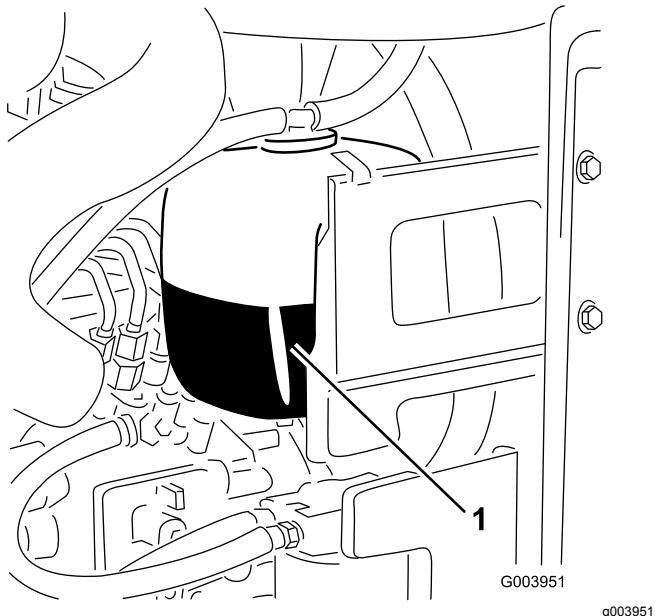

Figura 58
1. Controllate il livello di refrigerante nel serbatoio di espansione (Figura 58).